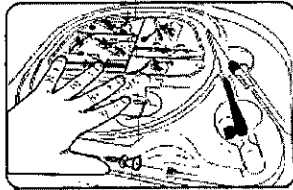

Figura 9
- Verificar que la bandeja se encuentra sobre una superficie nivelada. Sujetar bien la bandeja con una mano de modo que se puedan ver claramente la cavidad y el elemento filtrante (figura 9).